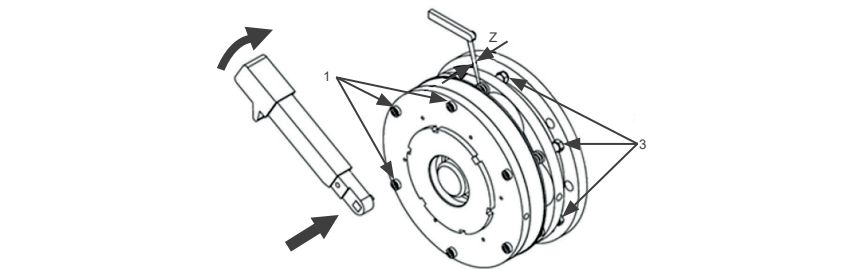

Figura 5.5: Verificación del entrehierro en los frenos de tamaños 25 y 31
- Tras el ajuste, apretar los tornillos de fijación 1 (Figura 5.5) de acuerdo con el par especificado (Tabla 5.2).